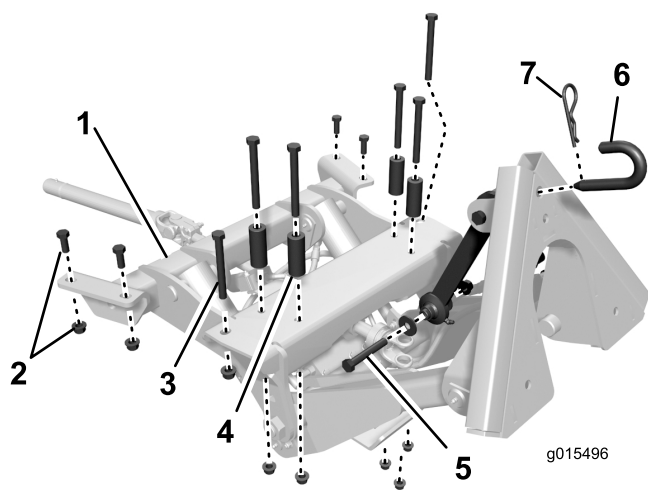
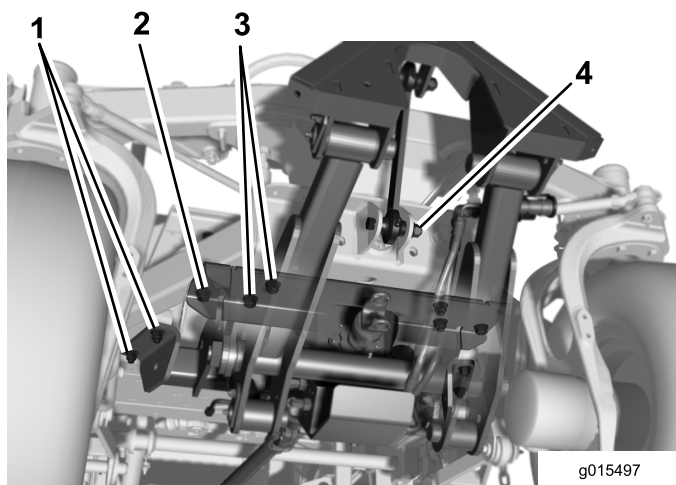
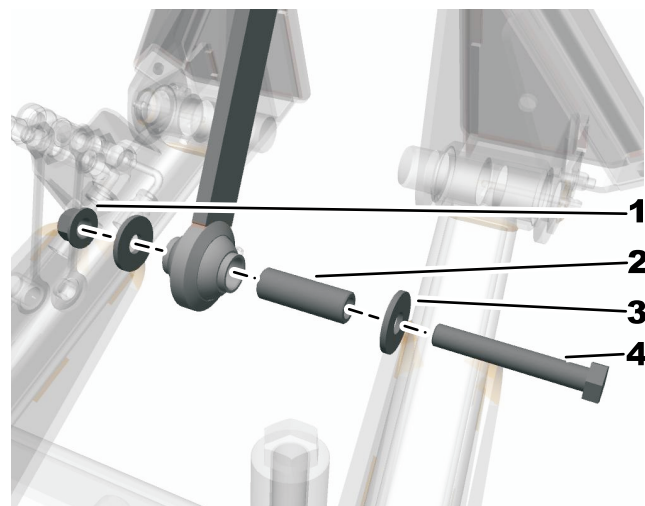

Bild 5
Bild 6
Bild 7
- Bild 5 zeigt eine Ansicht von oben der Stelle, Positionierung und Größe der Befestigungen, mit denen der Frontanbaugerätrahmen an der Unterseite des Zugmaschinenrahmens befestigt ist.
3. Stellen Sie den Frontanbaugerät Rahmen unter die Vorderseite der Maschine (Bild 6).
4. Heben Sie den Frontanbaugerät Rahmen an und fluchten Sie gleichzeitig die Befestigungslöcher mit den Befestigungslöchern in den Rahmenkanälen und der Kreuzplatte des vorderen Rahmens aus (Bild 6).
5. Befestigen Sie an der Vorderseite des Anbaugeräts das äußere Loch an jeder Seite mit einer Schraube (1/2 x 4-1/2 Zoll) und einer Bundmutter (1/2 Zoll) an den Rahmenkanälen (Bild 6).
6. Befestigen Sie hinten am Anbaugerät jede Seite lose mit zwei Schrauben (1/2 x 1-1/4 Zoll) und Bundmutter (1/2 Zoll) an den Rahmenkanälen (Bild 6).
7. Befestigen Sie das Anbaugerät mit Schrauben (1/2 x 4-1/2 Zoll), Distanzstücken und Bundmutter (1/2 Zoll) in den restlichen vier Befestigungslöchern in der Rahmenkreuzplatte (Bild 6). Legen Sie die Distanzstücke zwischen den Schraubenkopf und die Kreuzplatte.
9. Befestigen Sie den Oberlenker mit einer Schraube (1/2 x 3-1/4 Zoll), zwei Stützscheiben und einer Sicherungsmutter (1/2 Zoll) an der Achsenstütze (Bild 5 und Bild 6). Die Scheiben müssen an der Außenseite der Nasen an der Achsenstütze sein. Setzen Sie die Distanzstücke ein und ziehen sie mit 91-113 Nm an (Bild 7).